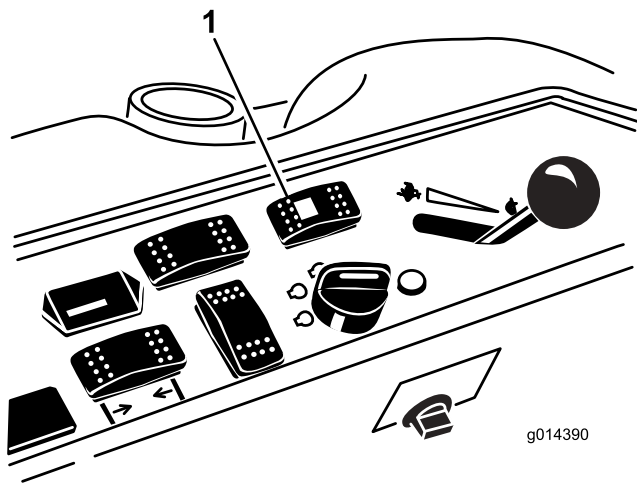

Bild 44
1. Drücken Sie den Lenkwahlschalter in die Rückwärtsposition (Vierradlenkung) (Bild 44).